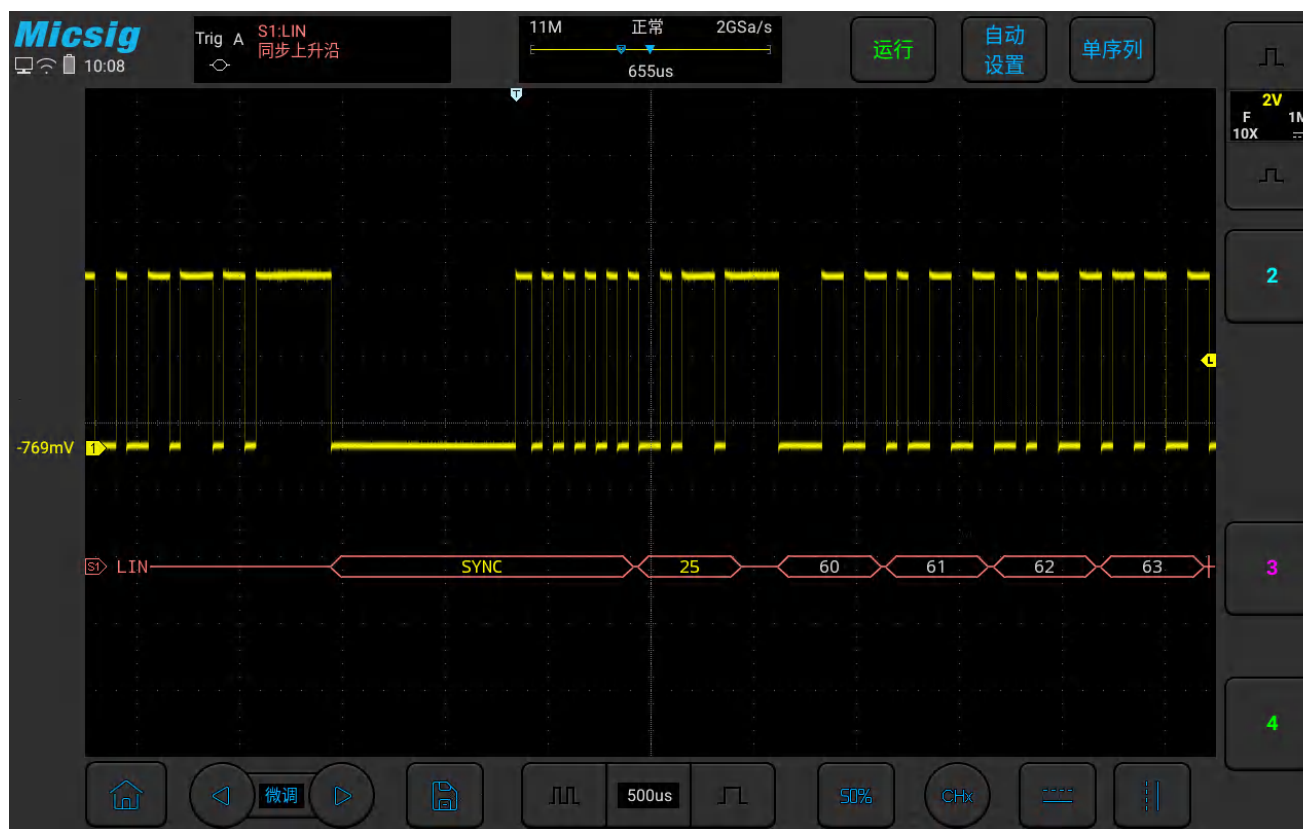

图11-12 LIN 图形界面
- (1) 轻点 S1 打开解码通道，再次点击打开总线配置菜单；
- (2) 选择总线类型为“ LIN”，依次点选“ Ch1”“空闲高”“ 9.6kb/s”， 然后关闭菜单；
(3) 打开触发方式配置菜单，点选“同步上升沿”；
(4) 点按  配置信息，打开解码通道阈值电平调节框，上下拖动调节框可以调节阈值电平；根据信号的幅值电平调节阈值电平使信号稳定触发。LIN 触发图形界面见图 11-12：